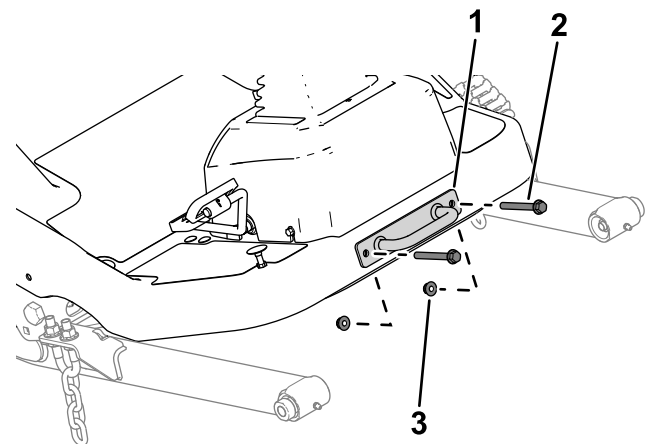

Figura 11
1. Retire la placa de amarre de la plataforma (Figura 11).